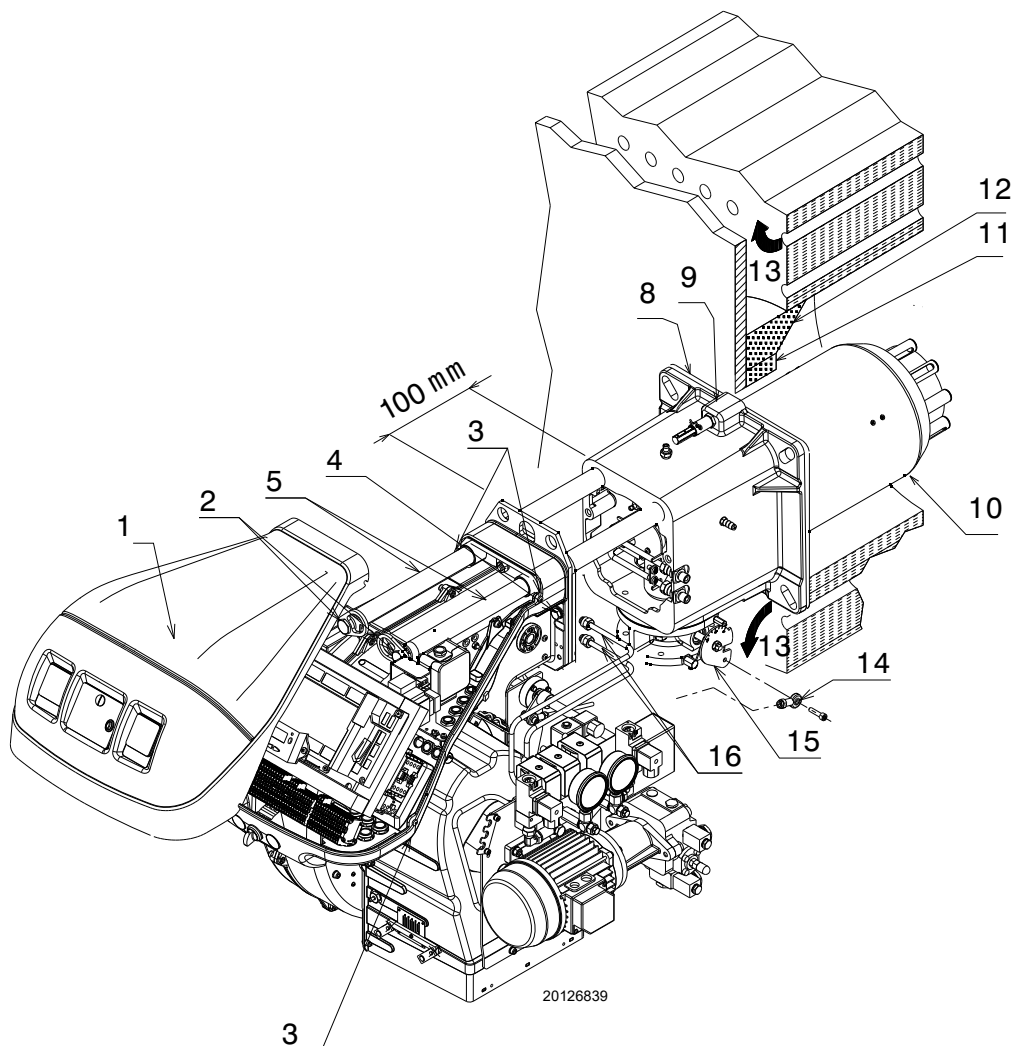

Fig. 16
Pour les chaudières avec circulation des fumées sur l'avant 13)(Fig. 16 à la page 21), ou avec chambre à inversion de flamme, réaliser une protection en matériau réfractaire 11), entre le réfractaire de la chaudière 12) et l'embout 10).
Séparer ensuite la tête de combustion du reste du brûleur (Fig. 16). Pour ce faire, agir comme suit:
- Remonter le brûleur sur les glissières 3) à 100 mm environ du manchon 4), brûleur dans la position illustrée dans la Fig. 16.